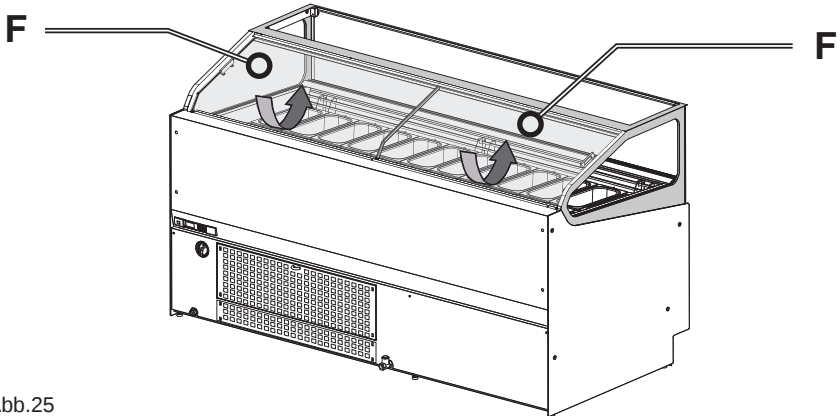

Abb.25
- Fügen Sie die Schiebetüren ein (Abb.25 Pos. F), falls vorhanden. Der untere Schiebeteil muss links, der obere rechten gelegt werden.